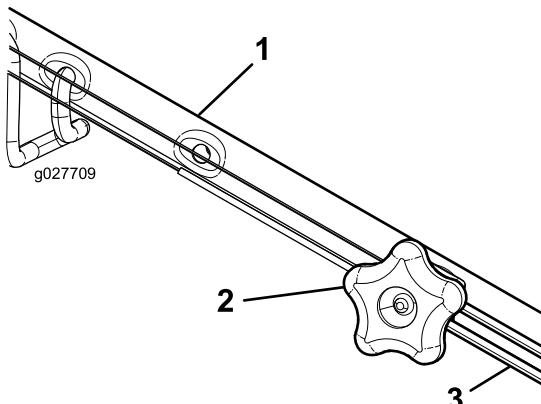

Figura 30
- Gire el pomo de ajuste en sentido antihorario para aflojar el cable (Figura 30).
- Ajuste la tensión del cable (Figura 30) tirando del mismo hacia atrás o empujándolo hacia adelante, y sujetelo en esa posición.